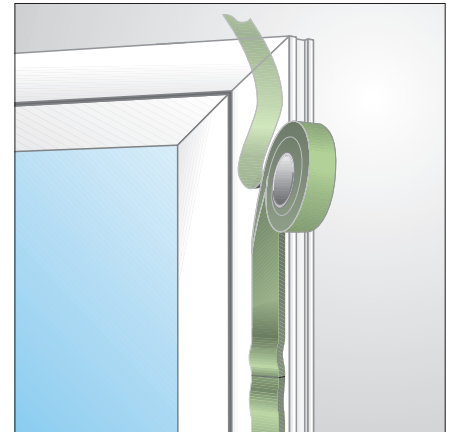

Bild 2: Stumpfstoß
- Die Bänder werden stumpf gestoßen (Bild 2).